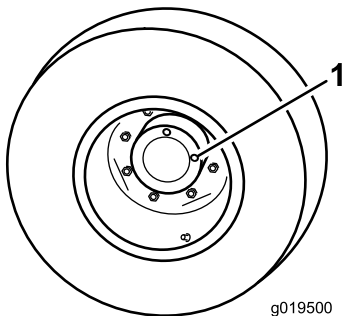

Bild 66
1. Wenn die Maschine auf einer ebenen Fläche steht, positionieren Sie das Rad so, dass eine Prüfschraube (Bild 66) auf 12 Uhr und die andere auf 3 Uhr steht.
1. Prüf-/Ablassschraube (2)
2. Entfernen Sie die Schraube, die auf 3 Uhr steht (Bild 66).